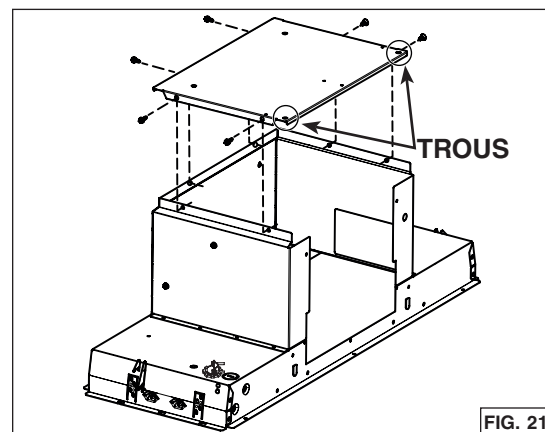

FIG. 21
8. Installer la plaque arrière sur le dessus de l'appareil, où se trouvait la plaque de support du ventilateur. La placer de façon à ce que les trous situés près des coins se trouvent à l'arrière de l'appareil. L'assembler au dessus de l'appareil à l'aide des 6 vis retirées précédemment à l'étape 6 (FIG. 21).
Pour un conduit rond, utiliser 4 vis à métaux no. 8-18 x 1/4 po (incluses) pour fixer l'adaptateur/volet de 6 po rond (inclus) sur le dessus de l'appareil, par dessus l'ouverture d'évacuation du ventilateur (FIG. 21).